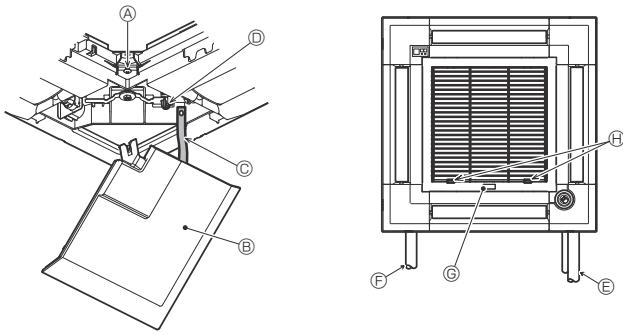

Fig. 7-12
7.5. Installation de la grille d'aspiration (Fig. 7-12)